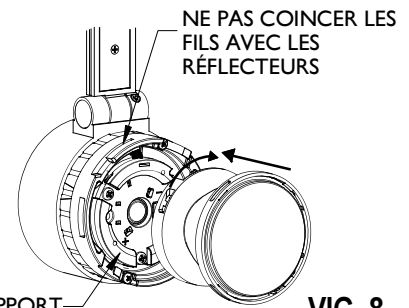

FIG. 8
2. Appuyer sur le RÉFLECTEUR et le tourner en sens horaire dans le SUPPORT jusqu'à ce que les ÉLÉMENTS ENCLIQUETABLES soient en position dans les fentes désignées. (FIG. 8)